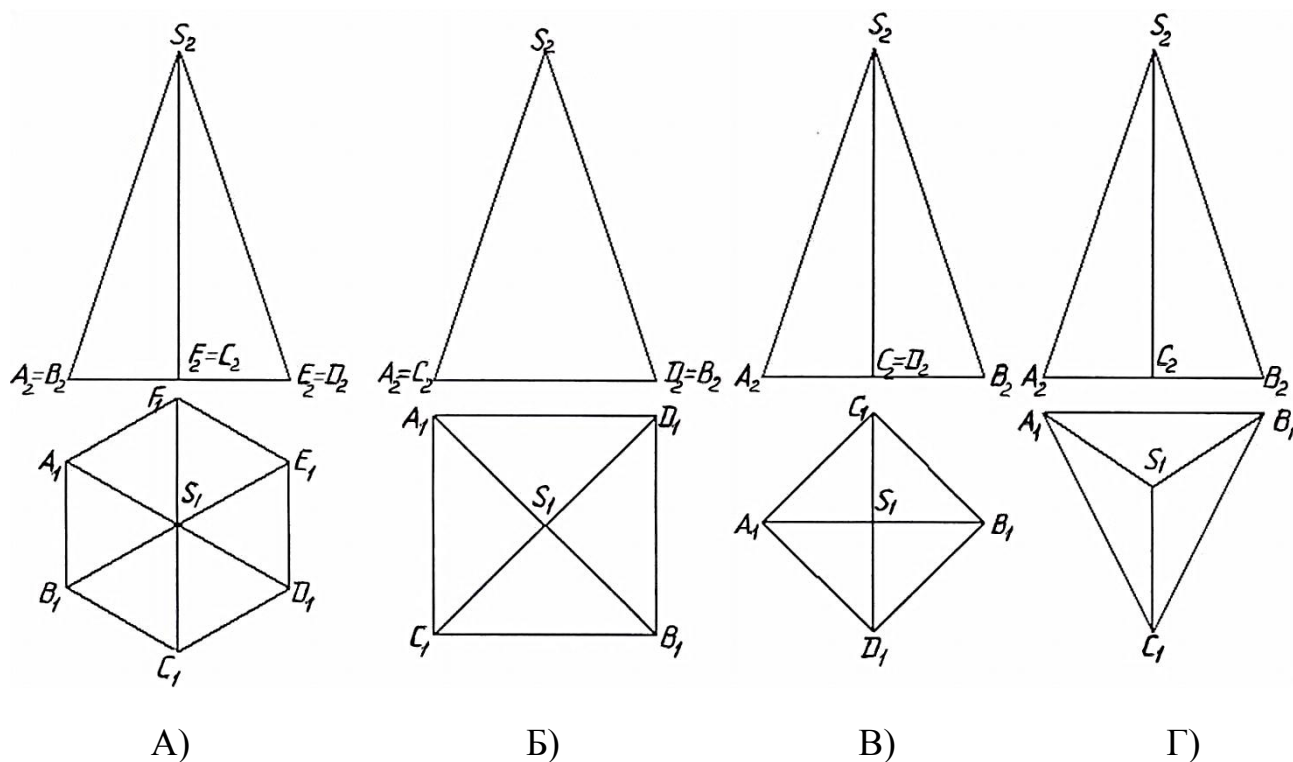

Рисунок 1
**Вариант 1**(рисунок 1, А):
**Вариант 2**(рисунок 1, Б):
### Вариант 3(рисунок 1,В):
### Вариант 4(рисунок 1,Г):